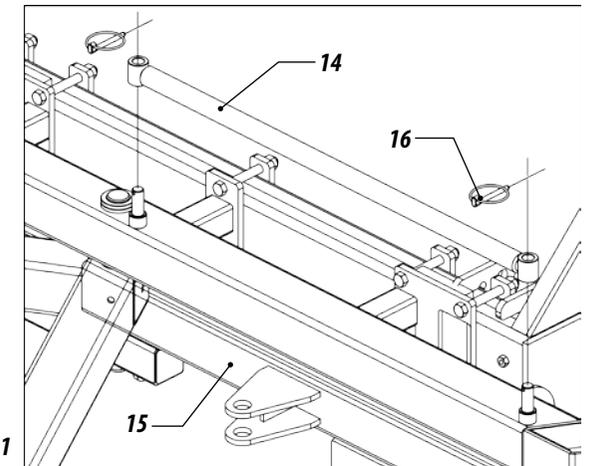

Figura 61
09 - Después de haber abierto por completo el pistón y colocado el cabezal en posición para transportar la sembradora, fije la barra de tranca (14) en el armazón frontal (15) a través de las trancas (16). Figura 61.